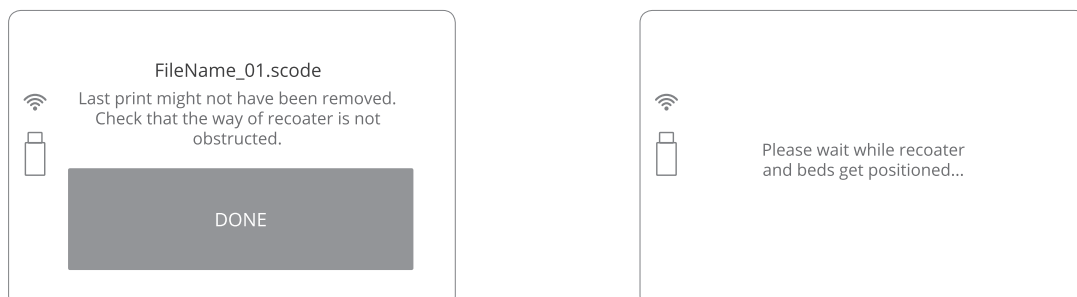
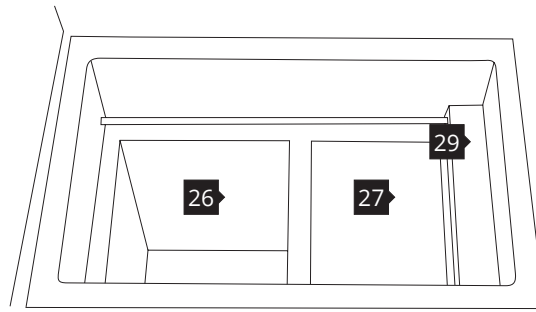

Abbildung 17. Die Bildschirme Positionierung der BEDs und RECOATER.
Abbildung 18. Neu positionierte BEDs: PRINT Bed **27** und das zum Befüllen mit Pulver bereitete FEED Bed **26** und die Grundposition für den RECOATER **29**.
11. Durch Klicken auf die Schaltfläche „DONE“ („ERLEDIGT“) werden der RECOATER **29** und die BEDs **26** **27** neu positioniert (Abbildung 17). Während dieses Vorgangs wird die Höhe beider BEDs entsprechend dem aktuell ausgewählten Druckprozess eingestellt (Abbildung 18).